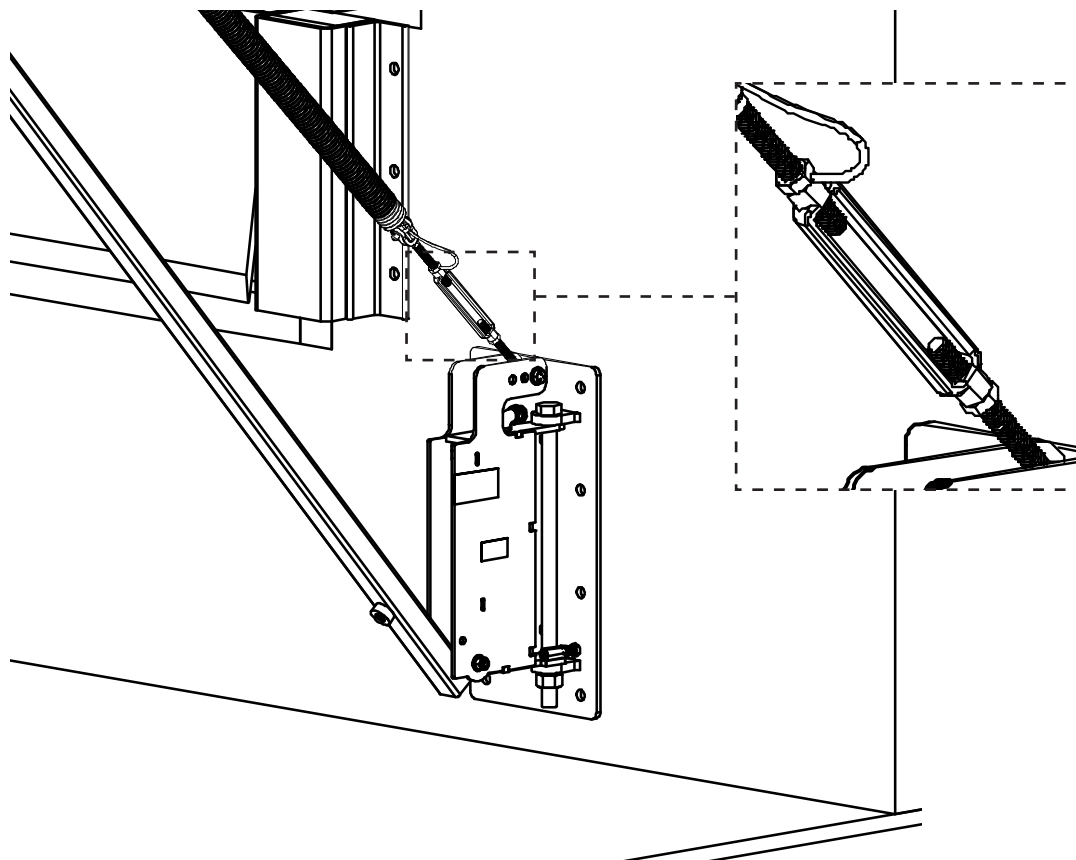

Figura 50
2. Ajuste la tensión del resorte con el tensor, que se muestra en la **Figura 50 en la página 43**. Afloje las contratuercas y luego ajuste el tensor a la tensión deseada. Se debe retraer el brazo hacia la pared en 5 segundos o menos.